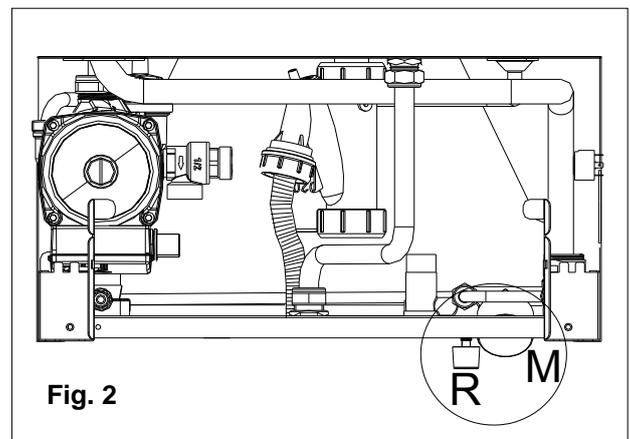

Fig. 2
- Ouvrir également les robinets de remplissage R (fig. 2) ;
- Au moyen du manomètre M (fig. 2), contrôler que la pression de l'installation atteint 1 bar et que le code H2O n'apparaît pas sur l'écran du tableau de commande (voir 2.7 « Tableau de commande ») ;